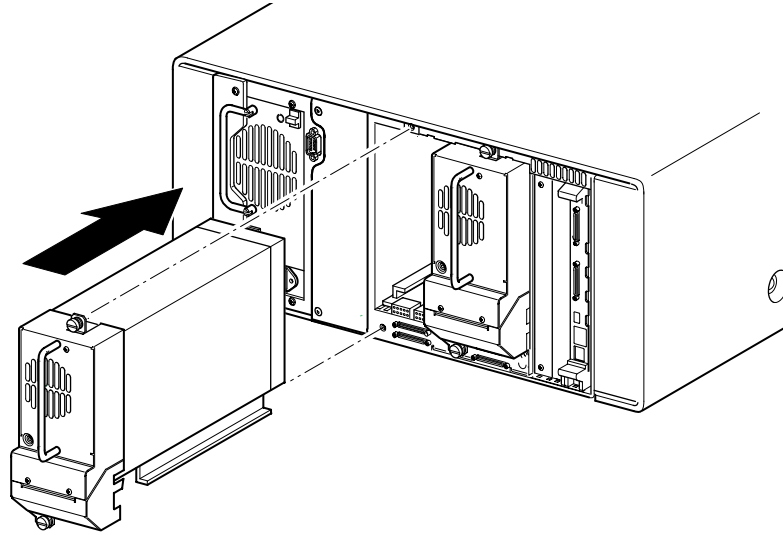

図D-1. テープドライブ マウント ベイのブランク パネルの取り外し
2. 該当するテープドライブ マウント ベイに取り付けられているブランク パネルを取り外します (図D-1を参照)。ブランク パネルは、後で使えるように保管しておいてください。